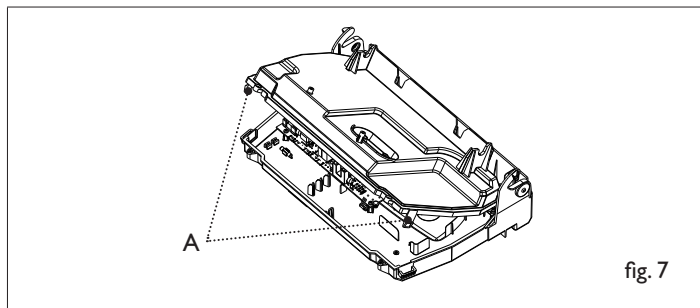

fig. 7
- Aprire il cruscotto agendo sulle clip di fissaggio (part.A - fig. 7)